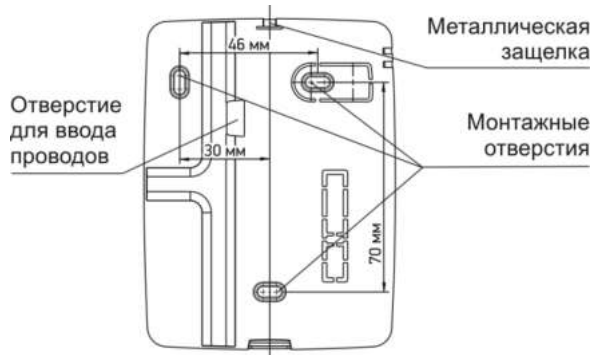

Рисунок 2
1) Снимите заднюю крышку (основание) клавиатуры, нажав шлицевой отверткой на металлическую защелку в отверстии в верхней части основания (рисунок 2).